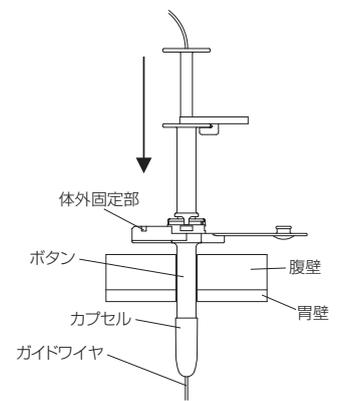

図7
4. 腹部真上でガイドワイヤを前後させて直線的にスムーズに動くことを確認し、ボタンの挿入方向の目安とした後、ガイドワイヤの向きに合わせ、ボタンのみを押し進めて体内に挿入していく。(図7)